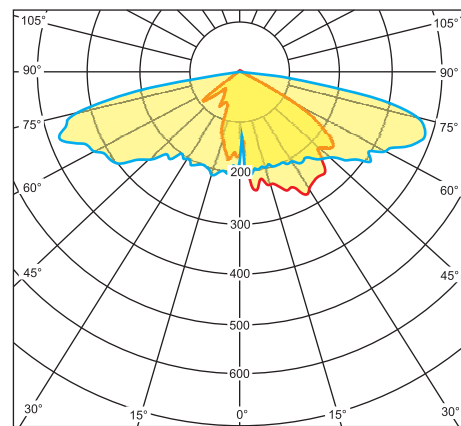

Рис. 6. Внешний вид линзы CS14632_STRADA-2X2MX-DWC с Ш-образной КСС
- CS14632_STRADA-2X2MX-DWC с Ш-образной КСС, оптимальной для создания автодорожных светильников (рис. 6);